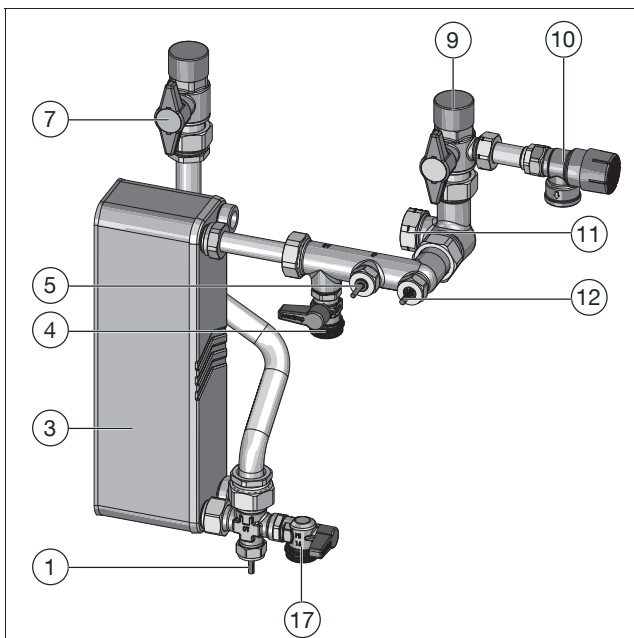

Abb. 33: Trinkwasserkreis
2. Schließen Sie langsam den Absperrkugelhahn Trinkwasser warm (siehe Position (7) in Abb. 33 und in Abb. 1 auf Seite 11).
3. Schließen Sie langsam den Absperrkugelhahn Trinkwasser kalt (siehe Position (9) in Abb. 33 und in Abb. 1 auf Seite 11).
4. Schrauben Sie die Verschlusskappe des unteren KFE-Kugelhahns ab (Position (17) in Abb. 33 und in Abb. 1 auf Seite 11).
5. Schließen Sie den Ablassschlauch für Trinkwasser an den unteren KFE-Kugelhahn an (Position (17) in Abb. 33 und in Abb. 1 auf Seite 11).
6. Öffnen Sie den unteren KFE-Kugelhahn Trinkwasser kalt (siehe Position 17 in Abb. 33 und in Abb. 1 auf Seite 11).
17. Schließen Sie den unteren KFE-Kugelhahn Trinkwasser kalt (siehe Position 17 in Abb. 33 und in Abb. 1 auf Seite 11).
5. Schließen Sie den unteren KFE-Kugelhahn Trinkwasser kalt (siehe Position 17 in Abb. 33 und in Abb. 1 auf Seite 11).